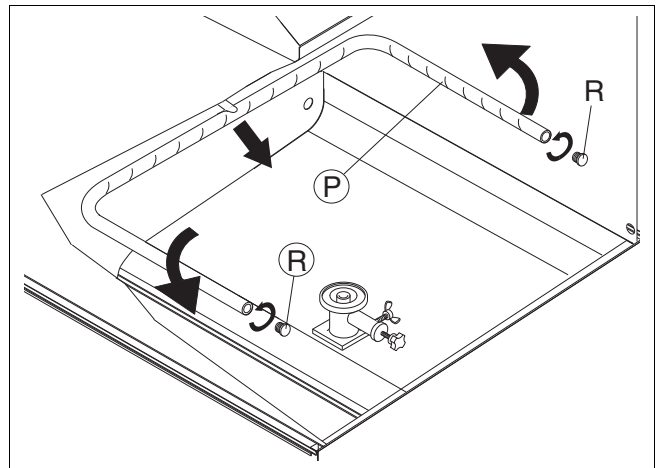

Figura 26 Extracción del brazo de lavado fijo
- Gire a la derecha el surtidor “P” (Figura 26) para extraerlo.
- Desenrosque los tapones “R” (Figura 26) de los surtidores laterales.